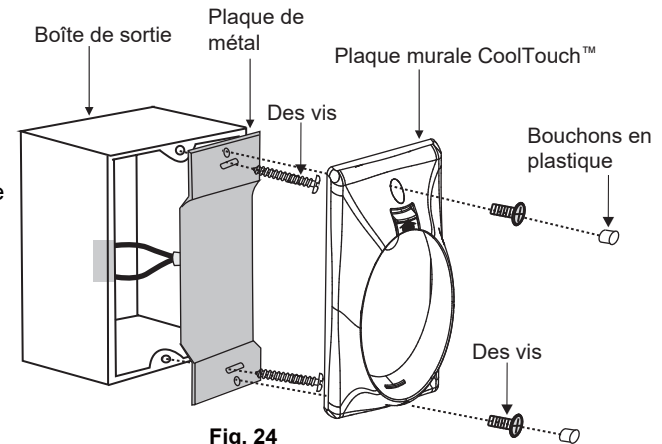

Fig. 24
Étape 2. Installez la plaque métallique et la plaque murale CoolTouch™ sur la prise murale existante à l'aide des 4 vis fournies. Puis placez les deux plastiques se branche dans la plaque murale. (Fig. 24)